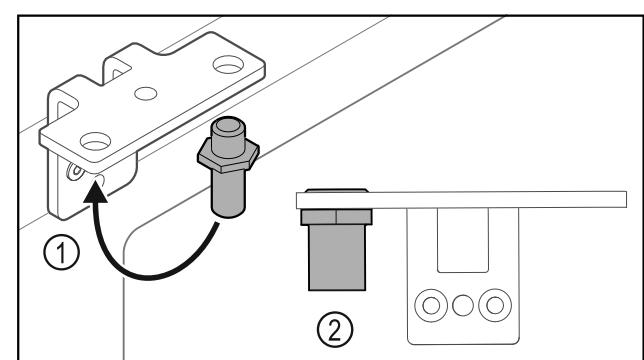

Fig. 36
- Prestavite sornik v kotniku tečajev vrat Fig. 36 (1).
- Sornike Fig. 36 (2) zategnjite z zateznim momentom 12 Nm.